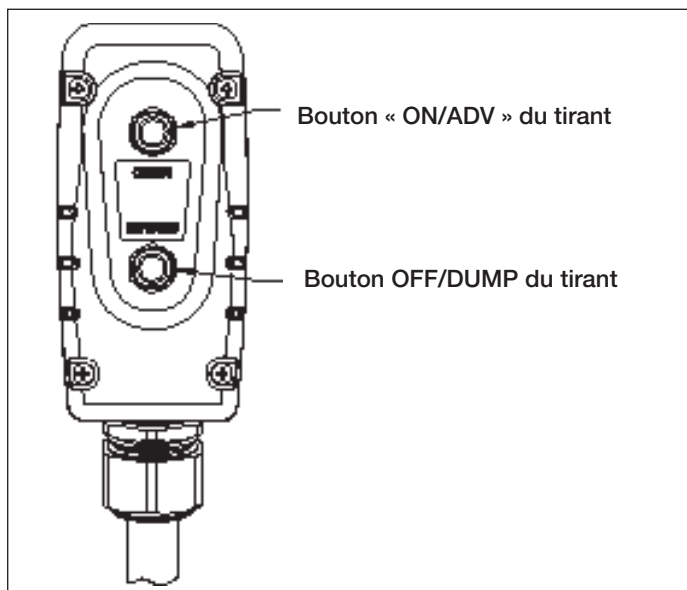

Figure 7, Boutons du tirant
5.2 Fonctionnement du tirant (Voir figure 7)
5. Pour démarrer la pompe, appuyer sur la touche « ON/ADV » sur le tirant. Voir Figure 7. Le moteur démarrera automatiquement, et la clé dynamométrique commencera à avancer. La clé avancera tant que la touche est maintenue enfoncée.